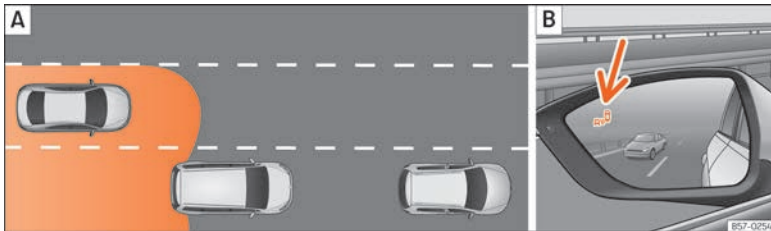

Abb. 275 Schematische Darstellung: **[A]** Überholvorgang mit Verkehr im hinteren Bereich. **[B]** Anzeige des Blind-Spot-Assistenten im Außenspiegel links.
Die Radarsensoren befinden sich links und rechts am hinteren Stoßfänger und sind von außen nicht sichtbar »» **Abb. 274**. Die Sensoren erfassen den Bereich des toten Winkels, sowie den hinter dem Fahrzeug erzeugten Verkehr »» **Abb. 275**, »» **Abb. 276**. Die Seitenbereiche umfassen etwas über eine Fahrbahnbreite.
In nachfolgenden Situation wird die Anzeige im Außenspiegel »» **Abb. 275 [B]** (Pfeil) oder »» **Abb. 276 [B]** (Pfeil) dargestellt:
- Bei einer Überholung durch ein anderes Fahrzeug »» **Abb. 275 [A]**.